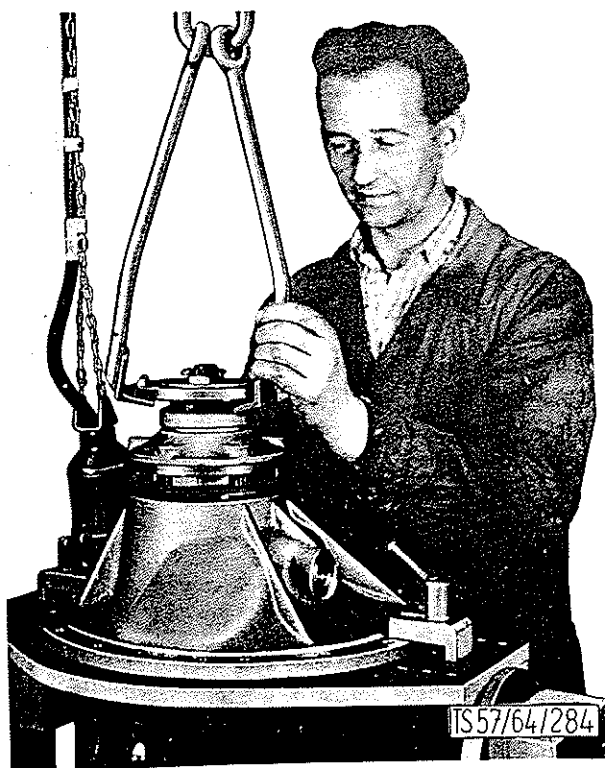

BILD 11: Lagerbüchse aus dem Hinterachsgehäuse herausziehen
5. Abschlußdeckel zum Kegelritzel losschrauben und Lagerbüchse samt eingebautem Kegelritzel aus dem Gehäuse herausziehen (Bild 11). Die Einstellscheiben (9/2) abfangen und an der Lagerbüchse festbinden, damit der Satz zusammenbleibt.